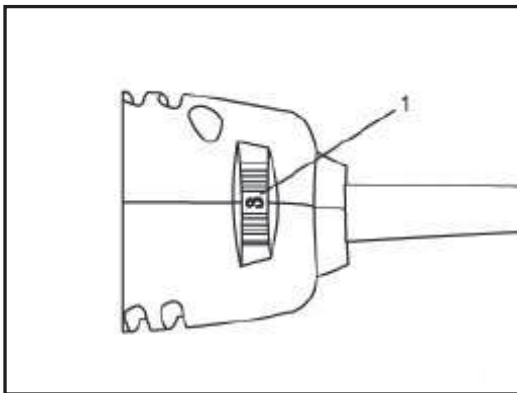

Рис. 6
Обороты инструмента можно настроить так, чтобы можно было использовать инструмент в диапазоне 10000 - 18000 об./мин., вращением регулятора оборотов (1), расположенного в задней части корпуса инструмента (Рис. 6).
3. Установите регулятор оборотов в диапазоне 4 - МАКС, как показано на Рис. 6.